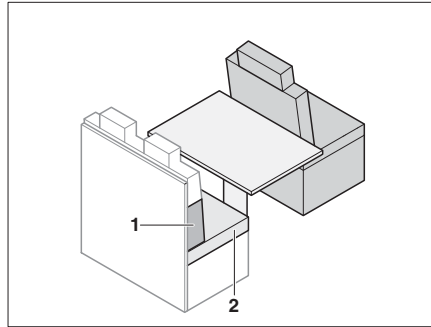

Bild 170 Vor dem Umbau
- Sitzpolster (Bild 170,2) entfernen.
- Rückenpolster (Bild 170,1) zwischen das Sitzpolster und die Rückwand legen. Die Keilform beachten.